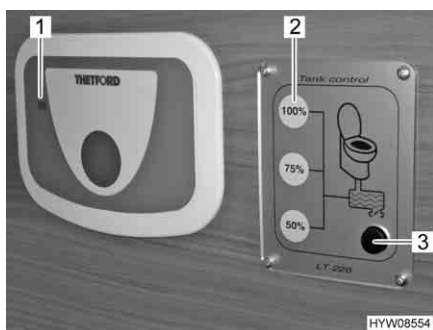

Fig. 175 Pannello di controllo per serbatoio fecale aggiuntivo
Quando il serbatoio fecale della toilette è pieno e la spia di controllo (Fig. 175,1) accanto al pulsante dello sciacquone si accende, grazie ad una pompa elettrica si può svuotare il contenuto del serbatoio fecale in un altro serbatoio fecale aggiuntivo.
- Premere e tenere premuto il tasto (Fig. 175,3) per la pompa.
- Quando l'indicatore di livello (Fig. 175,2) del serbatoio fecale aggiuntivo visualizza 100 %, rilasciare il tasto. Significa che il serbatoio fecale aggiuntivo è pieno.